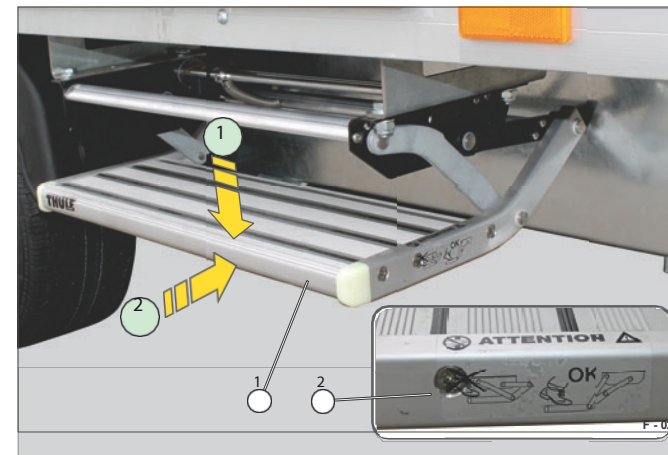

Fig. 20 Trappan i körläge
- Tryck ner fotsteget (bild 20/1) med foten (steg 1).
- Beakta varningsdekalen (Fig. 20/2) på trappsteget.